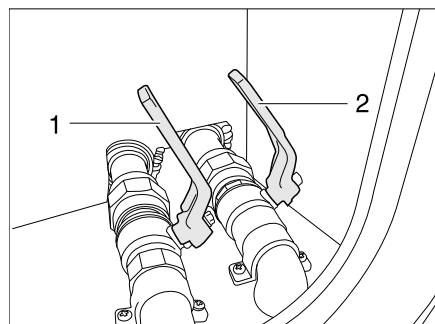

Bild 214 Abwasserhahn
Der Abwasserhahn (Bild 214,2) ist im Doppelboden angebracht. Der Abwasserhahn ist durch den Schriftzug "Abwasser" gekennzeichnet.
- Abwasserhahn (Bild 214,2) öffnen. Das Abwasser läuft ab.